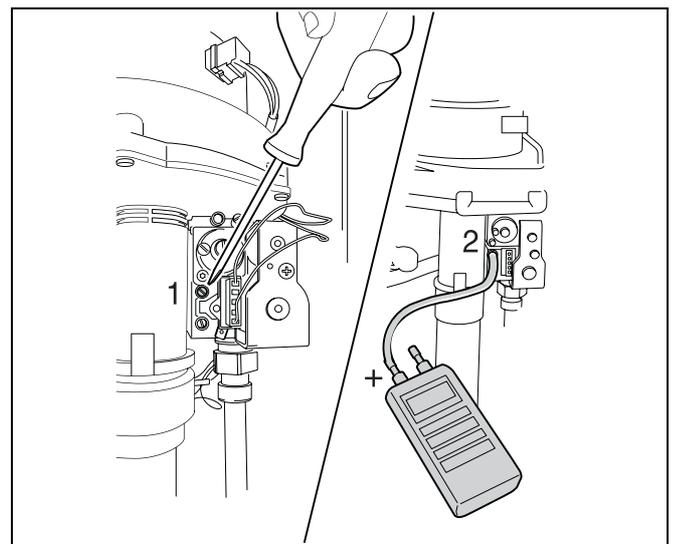

Fig. 24 Mesure et réglage du rapport air/gaz
- Desserrer la vis de l'embout de mesure situé au point le plus haut (embout de mesure de pression du brûleur) de deux rotations (fig. 24, pos. 1).
- Relier le raccord positif du manomètre par un tuyau à l'embout de mesure de pression du brûleur (fig. 24, pos. 2).